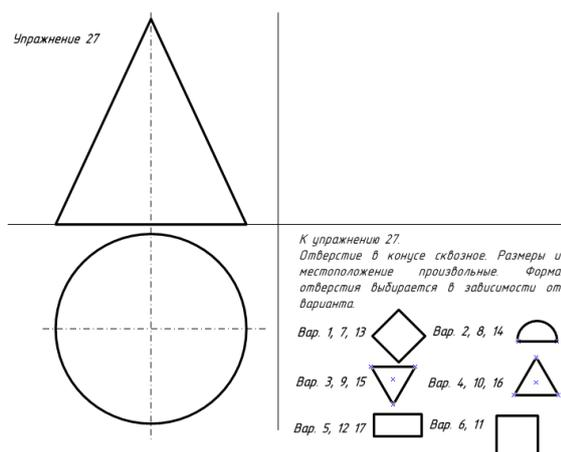
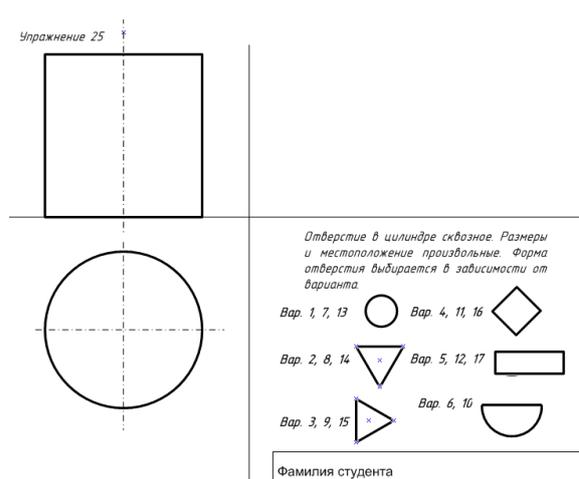

Рис. 13.
Рис. 14.
11. Домашнее задание дается на закрепление пройденного материала (рисунок 13 или рисунок 14, в зависимости от того, какая задача осталась не решенной на занятии)